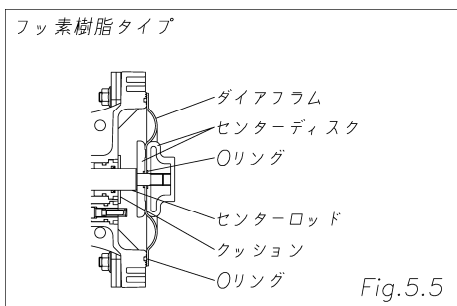

Fig.5.5
- ・ボディ両側の溝に O リングを取り付ける。[Fig.5.5]